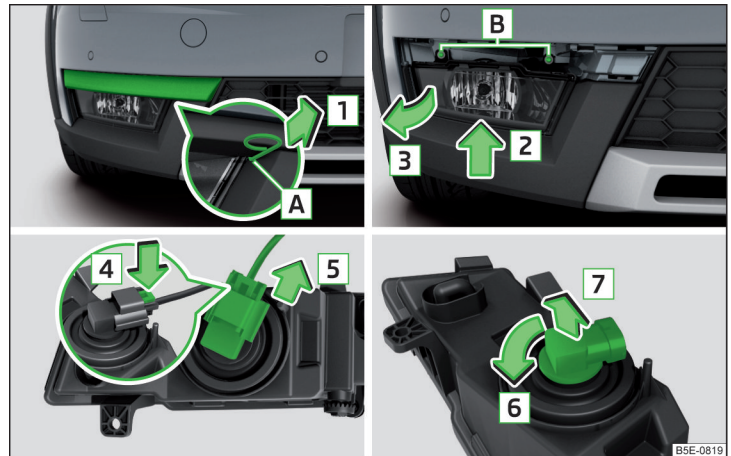

Abb. 359 Nebelscheinwerfer herausnehmen / Glühlampe wechseln - Variante 2
- › In die Öffnung **A** » Abb. 359 den Bügel zum Abziehen der Radvollblenden einführen.
- › Den Nebelscheinwerfer entgegen der Pfeilrichtung **3** » Abb. 359 einsetzen und festschrauben.